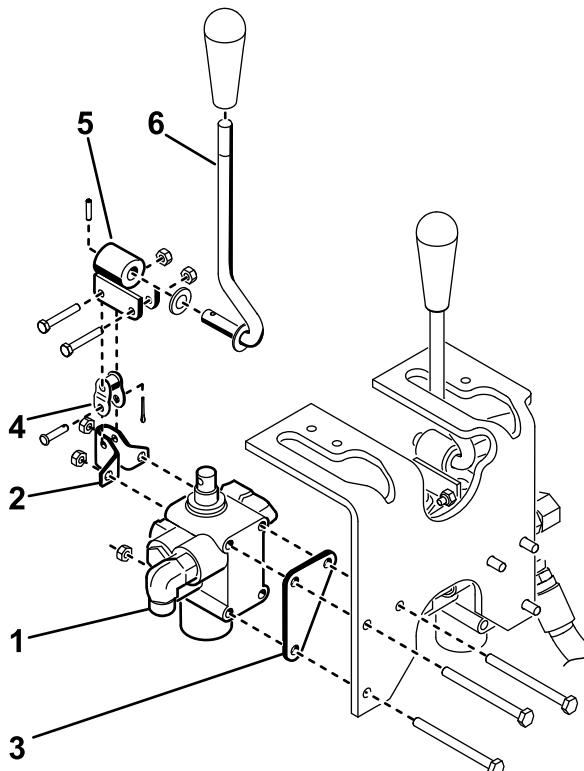

Figure 9
- Montez le distributeur, le support de pivot et la plaque du distributeur sur le cadre à l'aide de 3 boulons (1/4" x 3") et 3 contre-écrous (Figure 9).
- Fixez légèrement le levier de pivot sur le tiroir du distributeur et la biellette à épaulement à l'aide de 2 boulons (nº 10 x 1 1/4") et 2 contre-écrous (Figure 9).